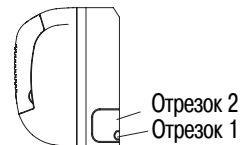

Рис. 20
- При прокладке труб и электропроводки с левой или правой стороны внутреннего блока вырежьте из рамы отрезок, если это необходимо. (Как показано на рис. 20.)